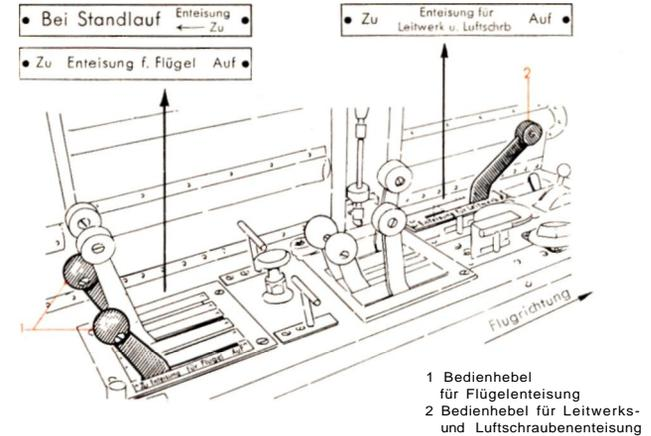

Abb. 33 Bedienhebel für Enteisungsanlage
Der Drehschieber (16) dient zum Ab- und Zuschalten der Heizungsanlage bzw. Regeln der Temperaturen. Die Betätigung des Drehschiebers (16) erfolgt vom Führerraum aus mit dem Bediengriff (4) über Seilzüge (5). Die Drehschieberstellungen sind ebenfalls aus Abbildung 33 zu ersehen. Bei abgeschalteter Heizung wird die Warmluft durch einen Rohrstopfen (11) in das Freie geleitet.
Die Tragflügelenteisung erfolgt mittels Warmluft, die in die Tragflügel eingeblasen wird. Die Höhenflossen werden durch auf die Flossenvorderkante aufgeschraubte Gummi-Enteiser eisfrei gehalten. Zur Verhinderung von Eisansatz an den Luftschrauben wird Enteisungsflüssigkeit an die Luftschraubenblätter gespritzt. Das Ab- und Zuschalten der Enteisungsanlage erfolgt durch Bedienhebel (1 und 2) (Abb. 33), die im Bedientisch im Führerraum eingebaut sind.